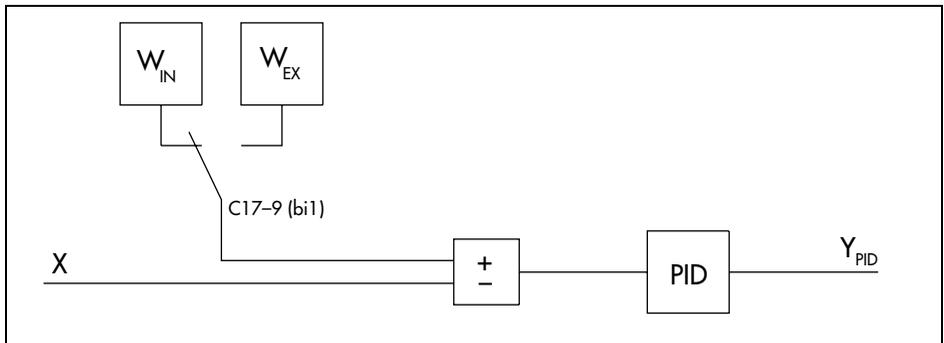

Bild 19 · Führungsgrößenumschaltung durch Binäreingang 1
Im Unterschied zu C17-5 wird der Sicherheitsstellwert hierbei jedoch durch den PID-Algorithmus beeinflusst. Dieser errechnet sich einen  $Y_{PID}$ -Stellgrößenwert, um  $Y_1K_1$  am Stellausgang  $Y_1$  zu erhalten. Das geschieht unabhängig davon, wie die Konfigurierblöcke C32 (Wirkrichtung der Stellsignale), C33/C35/C36 (Stellsignalbegrenzung) und C7 (Funktionalisierung) gewählt wurden (vgl. Bild 19). Der zweite Stellausgang wird gemäß der Ausgangsschaltung gesetzt.
Bei **Folgeregelung** mit interner/externer Führungsgrößenumschaltung (FO2, C1-5) oder Verhältnisregelung mit interner/externer Verhältnisvorgabe (VH2, C1-8) schaltet diese Funktion zwischen den zwei Führungsgrößen um (s. Bild 19). Die Funktion der Taste (B) wird bei Anwahl dieser Funktion blockiert.